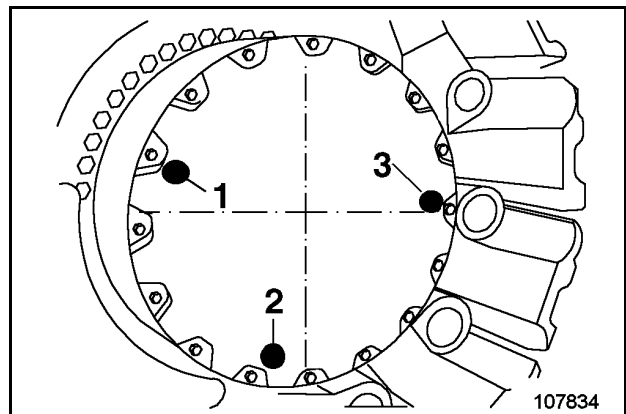
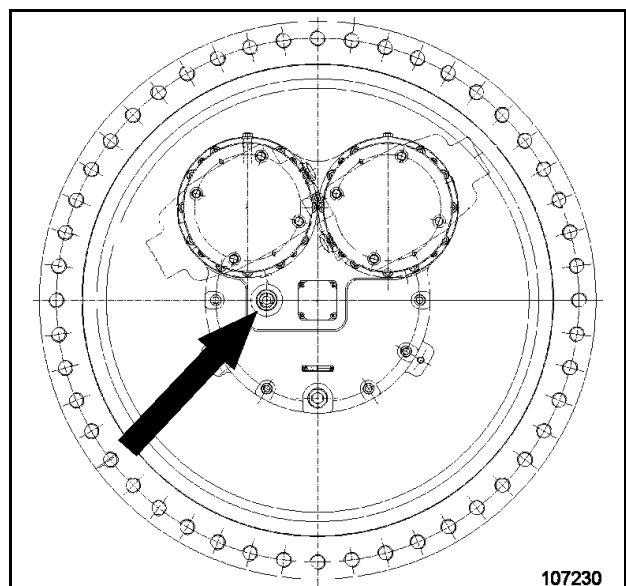

Fig. 3-135:
Fig. 3-136:
- Desplazar la máquina hasta que los tornillos de cierre (1, 2 y 3, Fig. 3-135:) se encuentren en la posición mostrada.
- Desenroscar el tornillo de control (3). El nivel del aceite debe alcanzar el borde inferior del orificio; rellenar aceite en caso de necesidad.
- Controle el nivel del aceite en la mirilla (flecha, Fig. 3-136:). El nivel de aceite debe encontrarse alrededor del centro de la mirilla, en caso dado echar aceite por la abertura para el tornillo de cierre (3, Fig. 3-135:). (Para la calidad del aceite consulte el capítulo "LUBRICANTES O INSUMOS".)